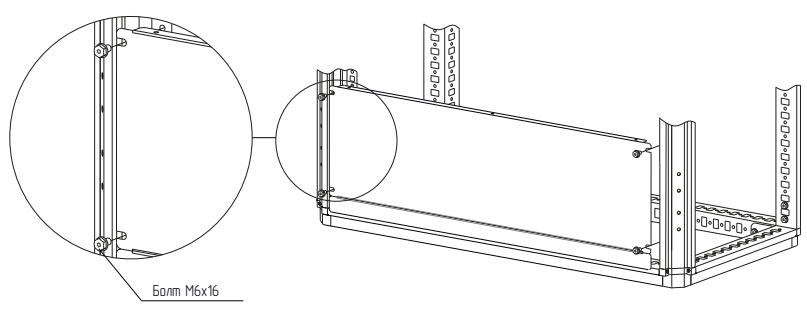

Рисунок 2
4.1.3 Закрепить фальш-панель внутреннюю глухую на нужной высоте болтами самонарезающими М6×16 (рисунок 2). Момент затяжки – 7 Н·м. Болты приобрести отдельно.